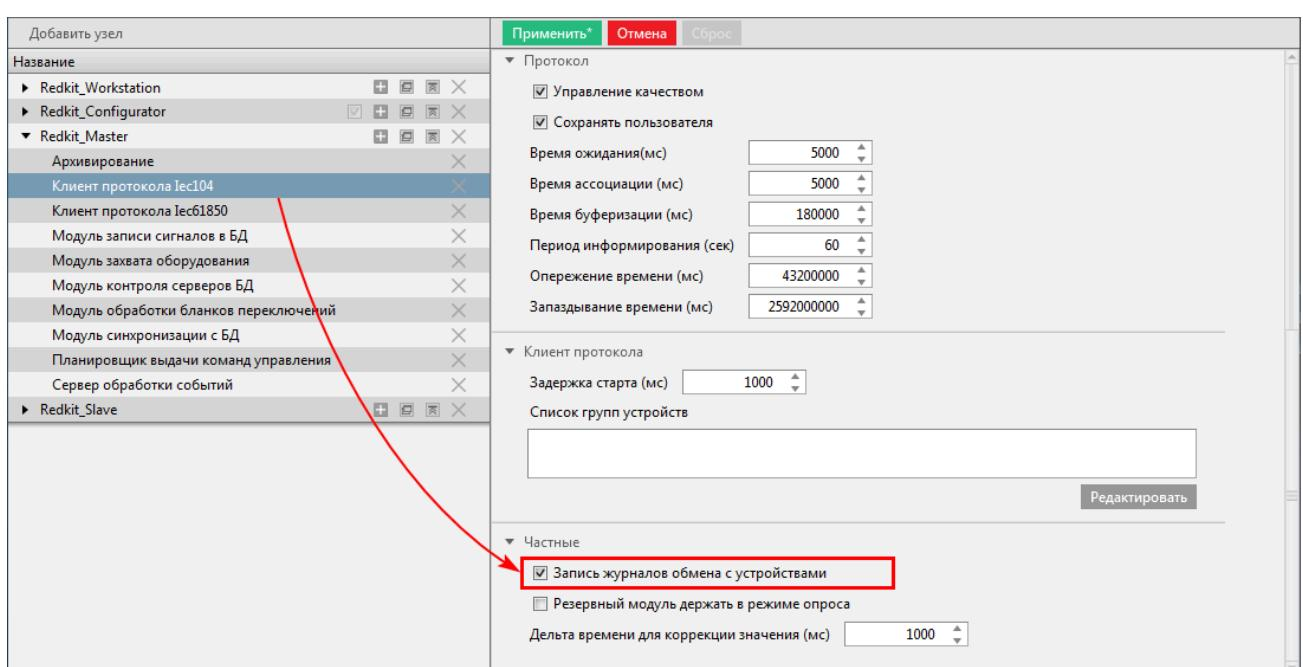

Рисунок 50 - Запись журналов обмена с устройствами
2. Отметьте чекбокс у настройки **Запись журналов обмена с устройствами** (Рисунок 50).